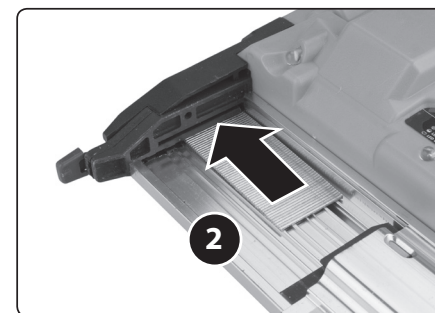
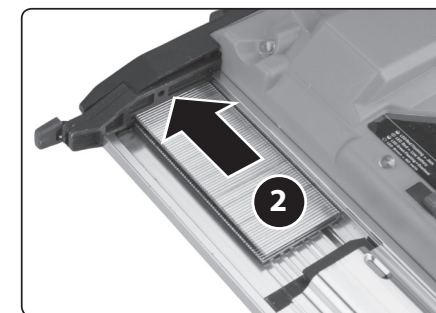

Abb. 2B, Einführen des Nagelbandes in den Kunststoffteil
Abb. 3B, Einführen des Klammerbandes in den Kunststoffteil
3. Führen Sie dann das Nagel- oder Klammerband so weit wie möglich in das Kunststoffteil ein, da sonst die Nägel oder Heftklammern blockiert werden und das Akku-Werkzeug nicht richtig funktioniert (siehe Abb. 2B oder Abb. 3B).